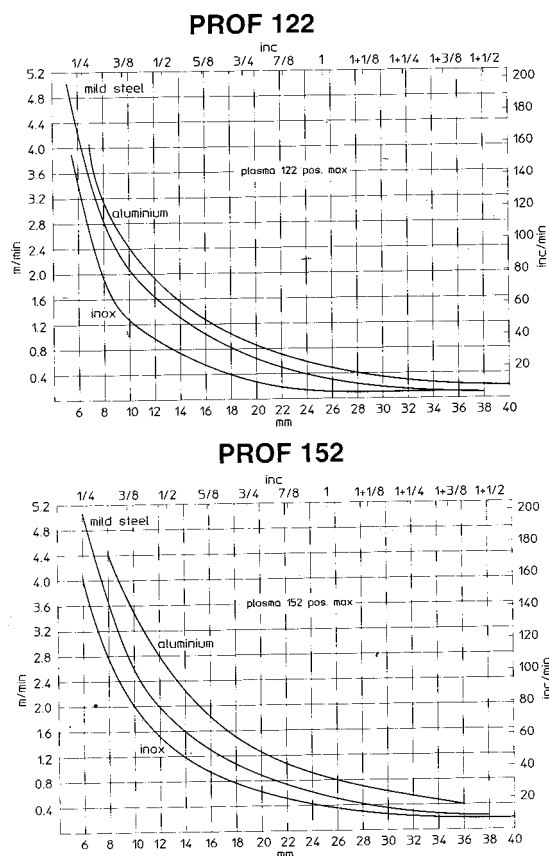

fig. 9
- Spessore eccessivo del pezzo (vedere diagramma velocità di taglio e spessori fig.9)